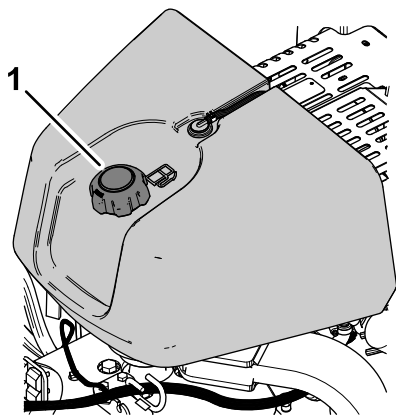

Figure 30
2. Nettoyez la surface autour du bouchon du réservoir et enlevez le bouchon (Figure 30).